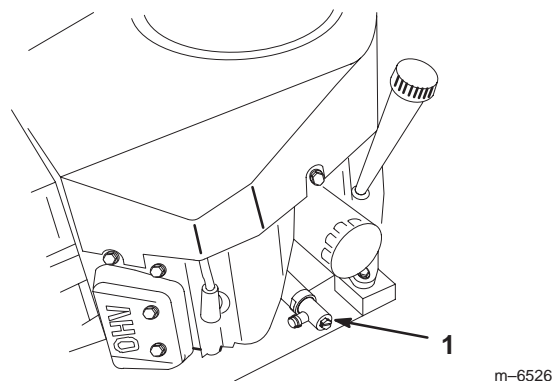

Figure 17
4. Placez un bac sous l'orifice de vidange. Ouvrez le robinet de vidange avec un tournevis à lame plate, une clé de 3/8 pouce ou de 10 mm (Fig. 17).
5. Tournez le robinet de vidange dans le sens anti-horaire pour l'ouvrir (Fig. 17).
6. Quand toute l'huile s'est écoulée, refermez le robinet de vidange en le tournant dans le sens horaire (Fig. 17).
7. Retirez le flexible de vidange (Fig. 17).